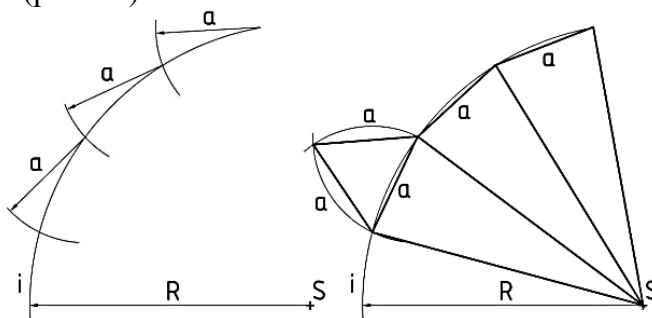

Рисунок 12. Развертка пирамиды с правильным треугольным основанием
- вдоль одной из этих сторон построить основание пирамиды – правильный многогранник (рис. 12).